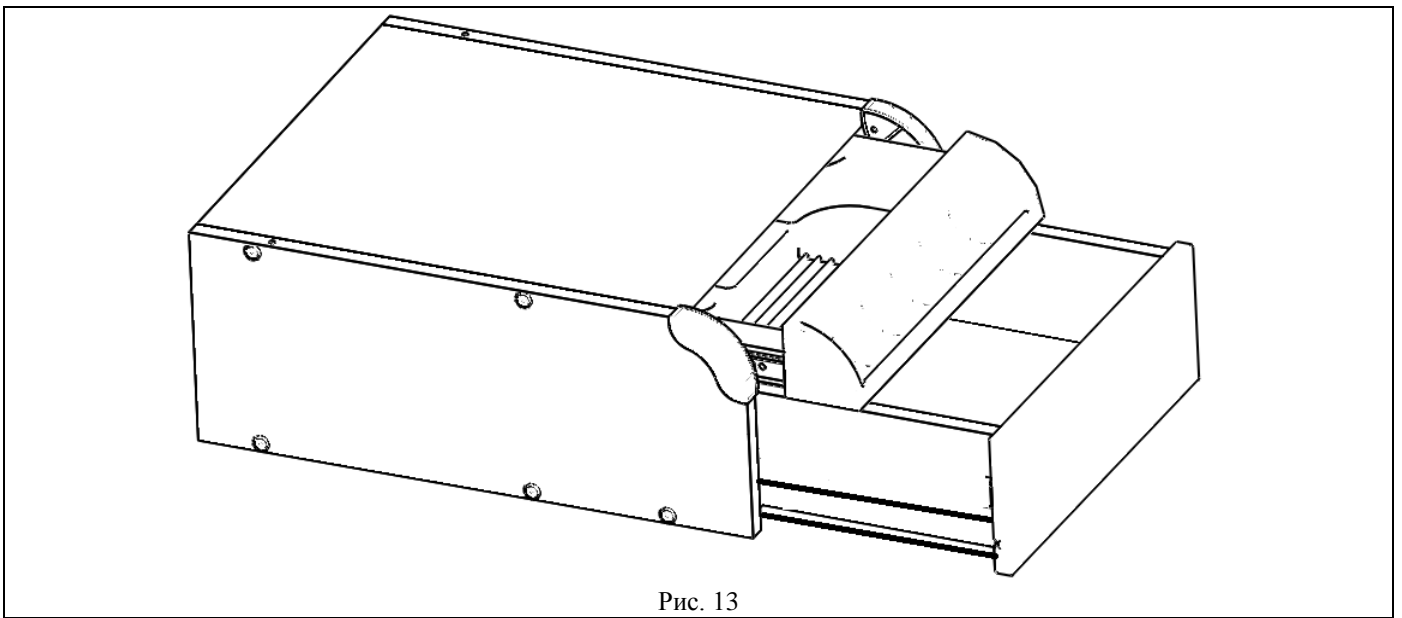

Рис. 13
4.3.1. В корпус тумбочки (сборка по п. 4.1.8.) вставить ящики (сборка по п. 4.2.5 и поз.1 пакет №136, упаковочное место №2), см. рис. 13.